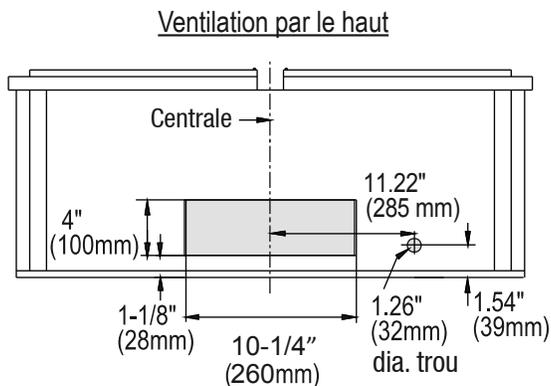
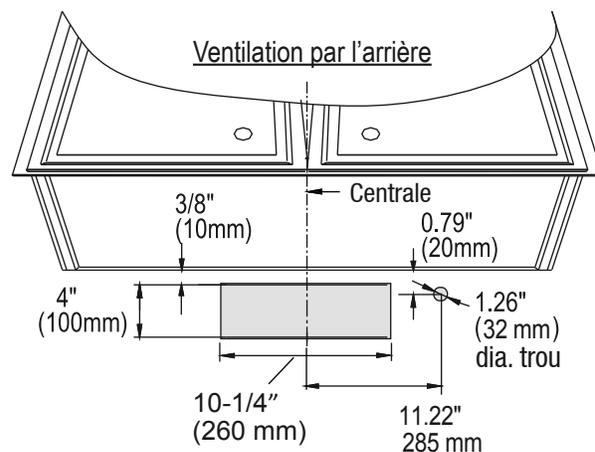

Fig.3
Fig.4
- a. Déterminer si votre système de ventilation existant évacue l'air par le haut ou par l'arrière. Veiller à ce que les ouvertures dans l'armoire ou dans le mur pour la transition et pour l'accès à l'électricité soient à des endroits appropriés et sont de tailles appropriées. Voir la Fig. 3 si votre ventilation est par le haut ou voir Fig.4 si elle est par l'arrière.